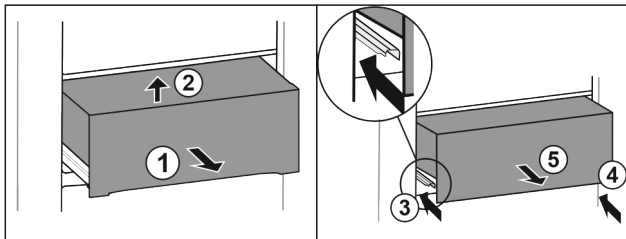

Fig. 32
- ▶ Витягніть ящик на половину. Fig. 32 (1)
- ▶ Підняти висувний ящик спереду. Fig. 32 (2)
- ▶ Вставити ліву рейку. Fig. 32 (3)
- ▶ Вставити праву рейку. Fig. 32 (4)
- ▶ Вийняти висувний ящик рухом вперед. Fig. 32 (5)